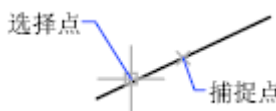

图 8-25 中点捕捉
- 【中点】捕捉到圆弧、椭圆、直线、多段线线段、样条曲线的中点，如图 8-25 所示。